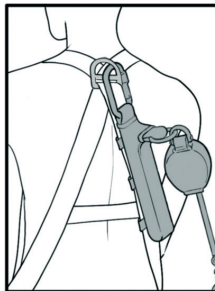

fig.3
3. Ajuste los cierres de Velcro a la sección adecuada de la cincha del arnés para retener el conjunto amortiguador (fig.3).